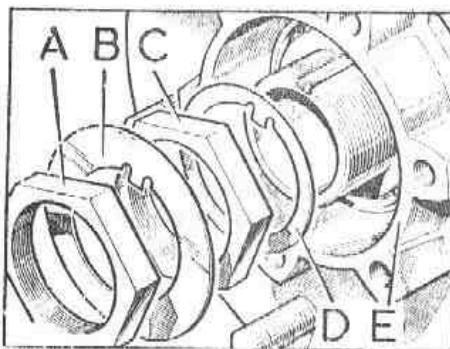

Fig. F-10 Elementos de fijación del cojinete del buje
- 1.8. Extraer la contratuerca, A (Fig. F-10), la tuerca de ajuste, C, y las arandelas de fijación del buje.